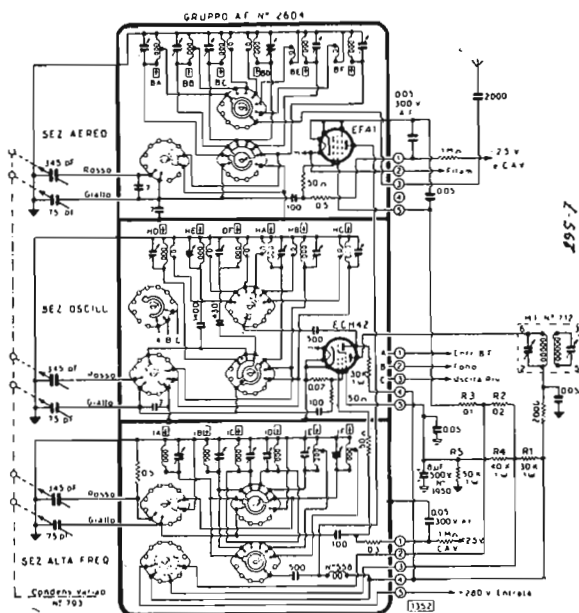
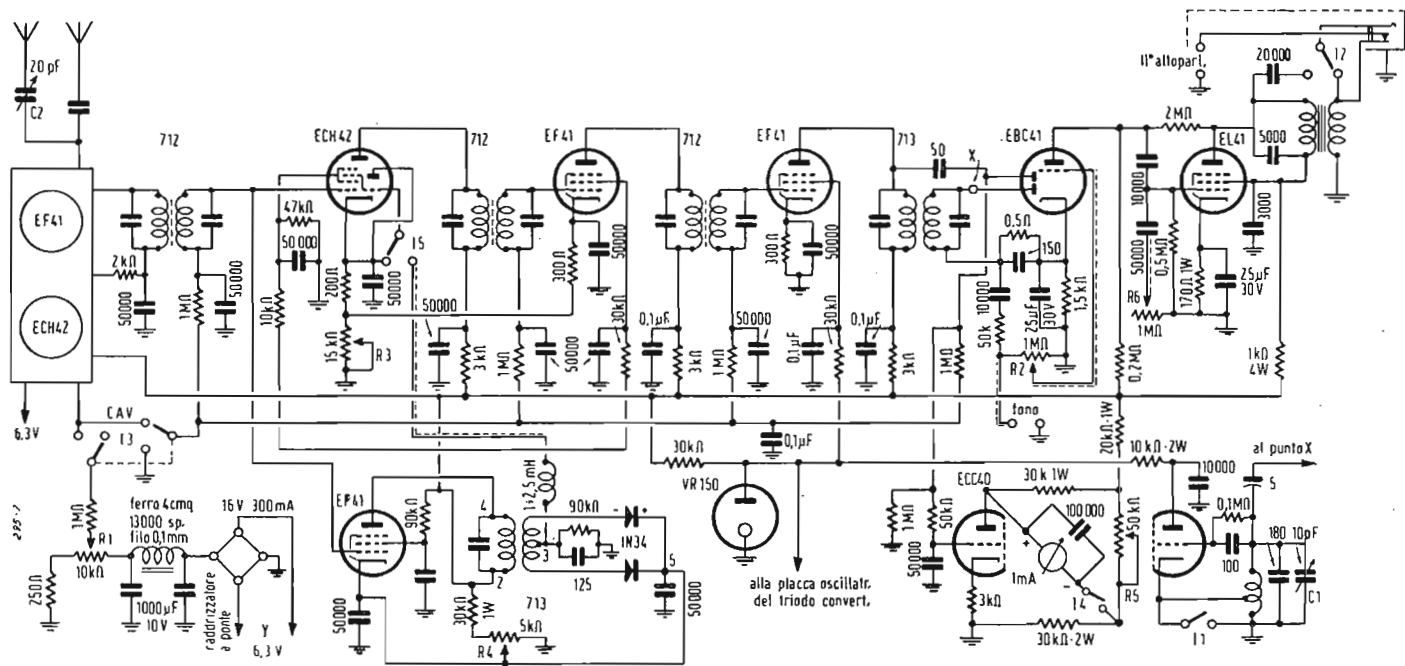

Fig. 1. - Schema del gruppo AF originale Geloso.
Fig. 2. - Stadi amplificatori a media e bassa frequenza, circuito antidisturbo, S-meter a B.F.O. del radiorecettore professionale OCM208.
- in fig. 1 si è riportato lo schema del gruppo originale Geloso completo dei collegamenti immediati all'uscita del gruppo stesso che invece in fig. 2 non sono riportati;
- in fig. 2 è riportato lo schema degli stadi amplificatori di MF e BF oltre al circuito anti-disturbo, al circuito S meter, e all'oscillatore di nota.